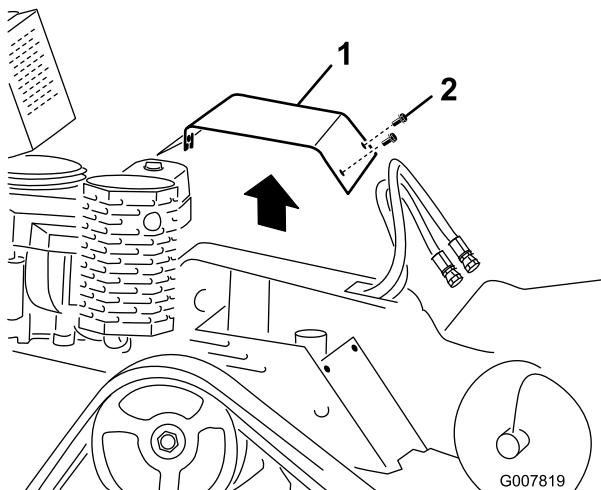

Figura 25
3. Retire los tres pernos que sujetan la cubierta al bastidor (Figura 25).
2. Coloque la cubierta en su sitio y sujetela con los tres pernos que retiró anteriormente (Figura 25).